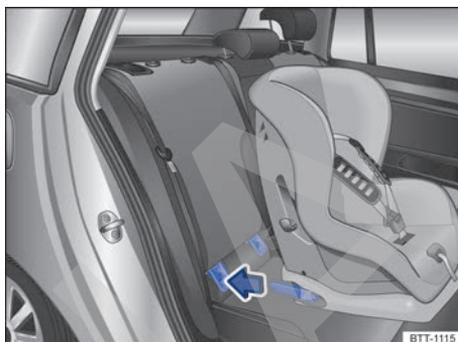

Fig. 49 Representación esquemática: montaje de un asiento para niños ISOFIX con conectores.
- Introduzca los conectores del asiento para niños en los anclajes ISOFIX en el sentido de la flecha → fig. 49. El asiento para niños deberá encastrarse de forma segura y audible.
- Introduzca los conectores del asiento para niños en los anclajes ISOFIX en el sentido de la flecha → fig. 49. El asiento para niños deberá encastrar de forma segura y audible.